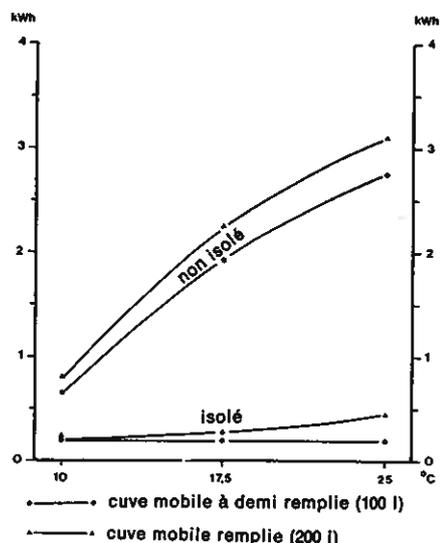

Fig. 26 Influence de l'isolation sur la consommation d'énergie
- condensateurs sales dans les installations refroidies par air (fig. 26)